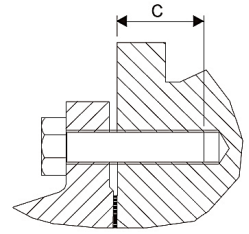

Abb. 7 | Profondeur fileté C
- Vis selon ISO 4014 (voir fig. 7 et tableau 3)